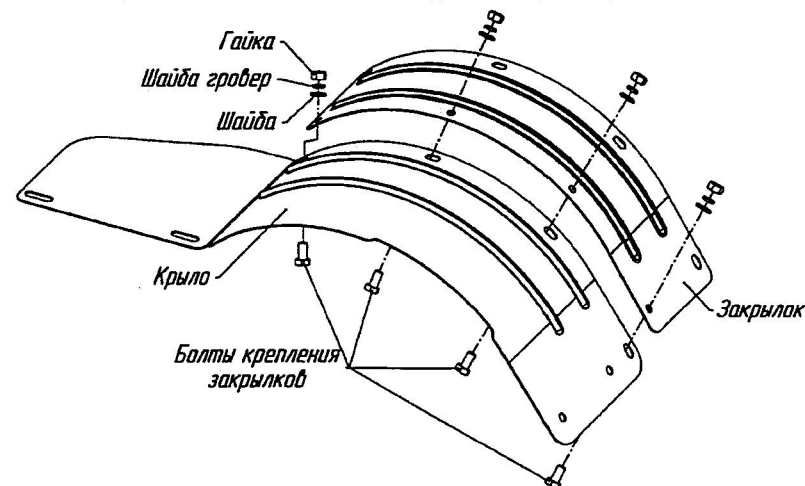

Рис.12 Схема крепления закрылков
22. При фрезеровании защитные устройства, закрылки и щитки должны быть установлены на соответствующие места и надежно закреплены с помощью исправного стандартного инструмента (рис.12).
12. При работе с фрезами-культиваторами необходимо установить закрывки (рис.12).